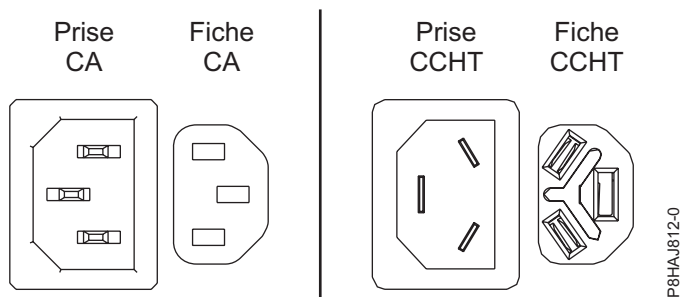
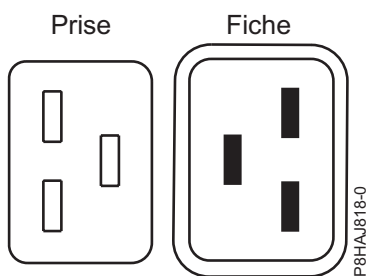
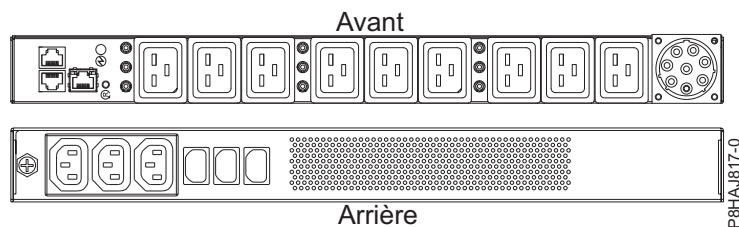

Figure 34. Connecteurs CA et CCHT
Figure 35. Connecteurs pour le système 8408-44E
Figure 36. Unité d'alimentation pour le système 8408-44E
La figure 34 représente les connecteurs pour courant alternatif (CA) et courant continu haute tension (CCHT) pris en charge. Les figure 35 et figure 36 illustrent les connecteurs et l'unité d'alimentation (PDU) pris en charge pour le système 8408-44E.